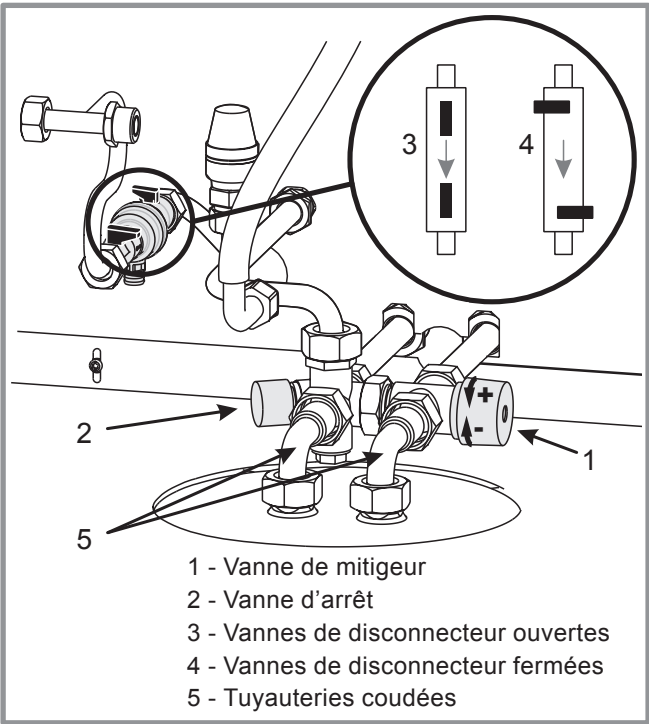

figure 31 - effinox condens duo 5000
- Tourner la molette (rep.1, figure 31) vers (+), jusqu'en butée.